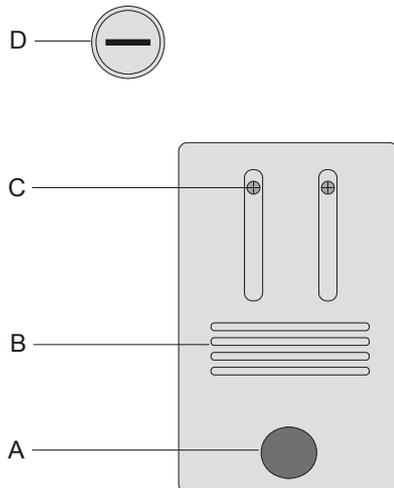

Fig. 1 Tapa del cubículo de lámpara: A Tornillo moleteado, B Ranuras de ventilación, C Tornillos se fijación del casquillo de la lámpara, D Portafusible
- Se suelta el tornillo C del casquillo de lámpara se desplaza hacia afuera, de tal forma que se encuentre en la misma posición de la Fig. 1.